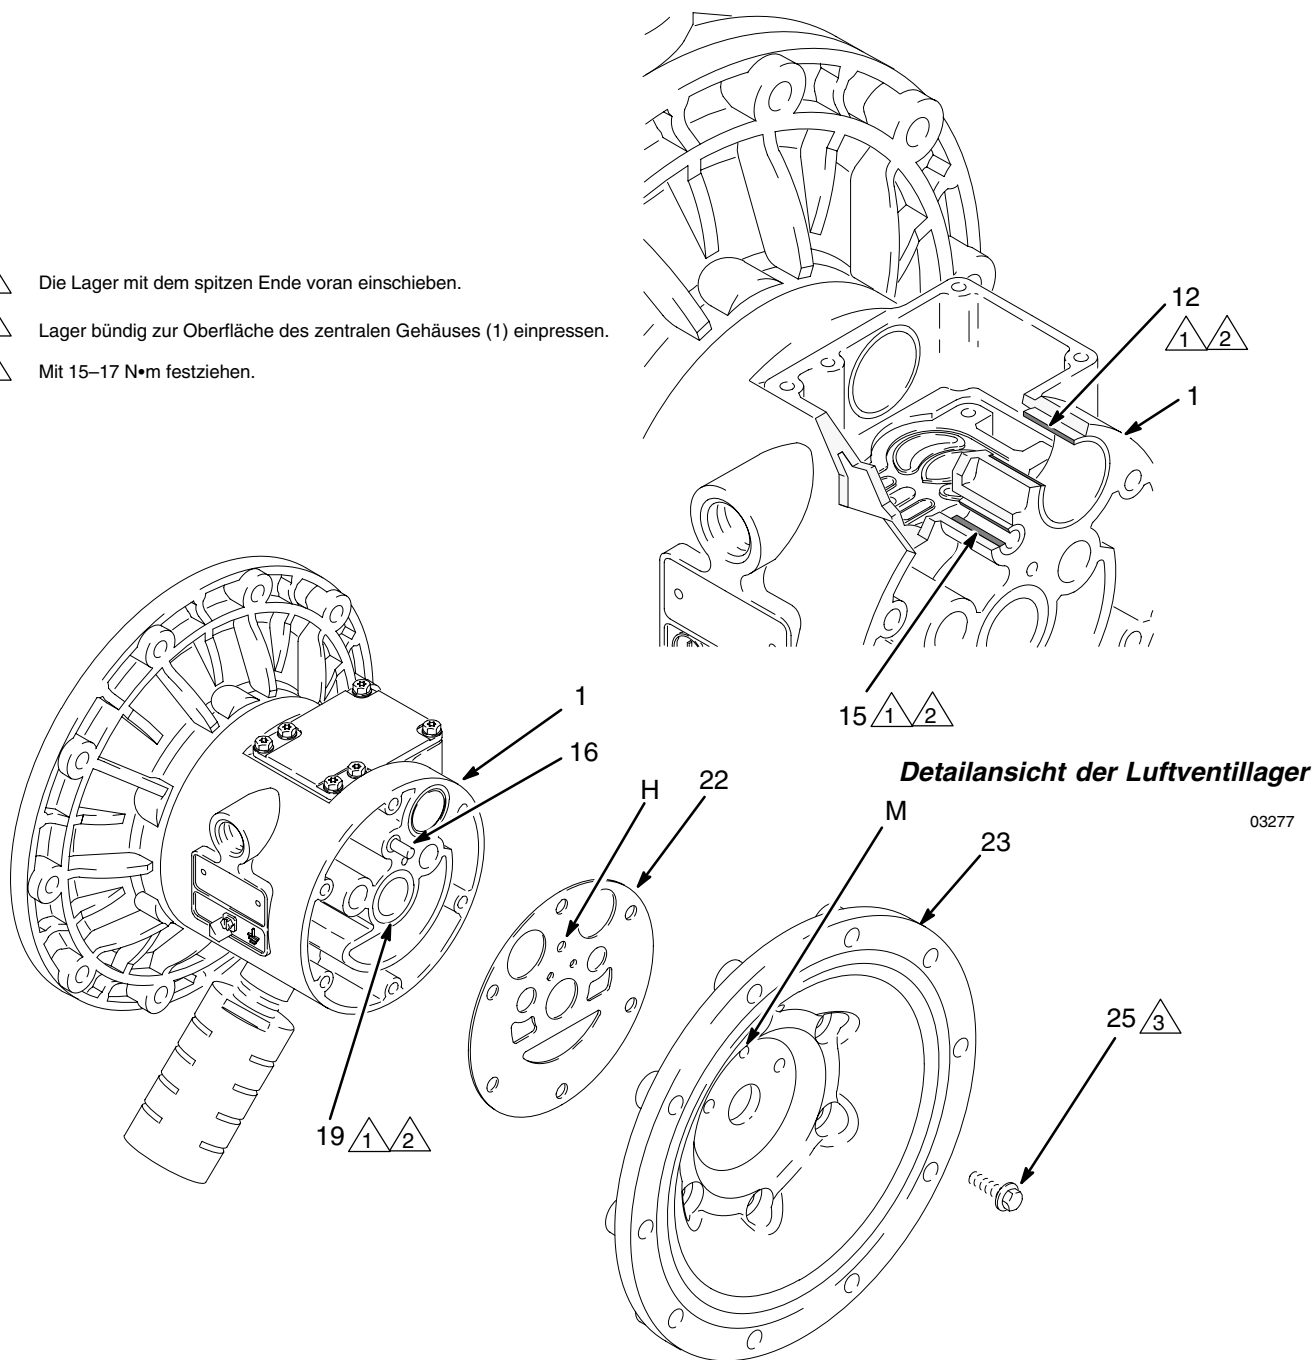

Abb. 14
- HINWEIS:** Falls Sie nur das Membranwellenlager (19) ausbauen, lassen Sie Schritt 4 aus.
5. Mit einem 10-mm-Steckschlüssel die Schrauben (25) lösen, mit denen die Luftdeckel (23) am zentralen Gehäuse (1) befestigt sind. Siehe Abb. 14.
6. Die Dichtungen am Luftdeckel (22) entfernen. Die Dichtungen stets durch neue ersetzen.
7. Mit einem Lagerabzieher die Membranwellenlager (19), Luftventillager (12) oder Führungsstiftlager (15) abziehen. Unbeschädigte Lager nicht ausbauen.
1. Die Wellenpackungen (402*), sofern ausgebaut, so einbauen, dass die Lippen nach **außen** aus dem Gehäuse zeigen (1).
2. Die Lager (19, 12 und 15) sind konisch und lassen sich nur in eine Richtung einbauen. Die Lager mit dem **spitzen Ende voran** in das zentrale Gehäuse (1) schieben. Mit einer Presse oder einem Holzhammer und Klotz das Lager bündig zur Oberfläche des zentralen Gehäuses einpressen.
4. Die neue Dichtung der Luftdeckel (22) so ausrichten, dass der aus dem zentralen Gehäuse (1) hervorstehende Führungsstift (16) durch die richtige Öffnung (H) in der Dichtung passt.
5. Die Luftdeckel (23) so ausrichten, dass der Führungsstift (16) in die mittlere (M) der drei kleinen Öffnungen in der Nähe des Abdeckungszentrums passt. Die Schrauben (25) handfest eindrehen. Siehe Abb. 14. Mit einem 10-mm-Steckschlüssel die Schrauben über Kreuz und gleichmäßig mit 15–17 N•m anziehen.